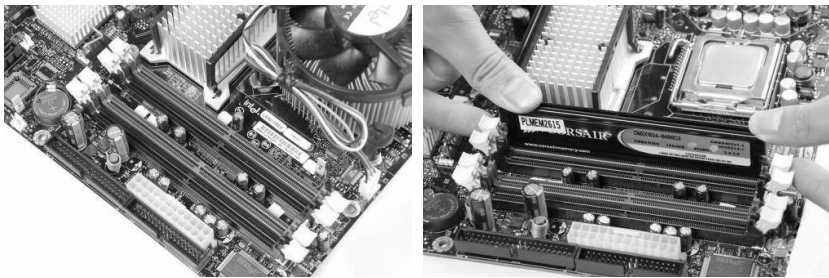

图 2-25 安装内存条
② 安装内存条，如图 2-25 所示。主板目前均提供双通道功能，将两条规格相同的内存条插入到相同颜色的插槽中，即打开了双通道功能。安装内存条时，先用手将内存插槽两端的扣具打开，然后将内存条平行放入内存插槽中，用两拇指按住内存条两端轻微向下压，听到“啪”的一声响后，即说明内存条安装到位。